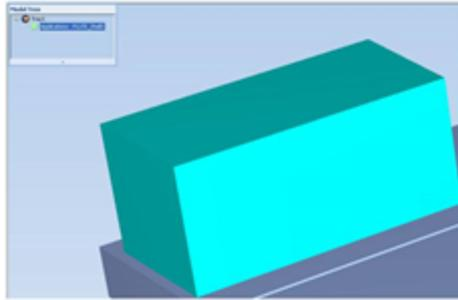

Figura 5-33 Vista de modelo con cuadro delimitador
- Con un *Bounding Box* (Cuadro delimitador) (consulte Figura 5-33 en la página 5-37)